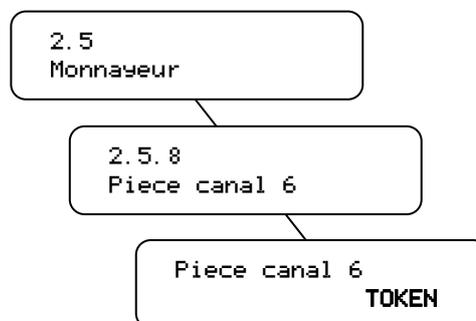

Fig. 23
4. **Menu Service;** Modifier le canal de pièces 6 (point du menu 2.5 système payant) de €2,00 vers JETON (fig. 23)